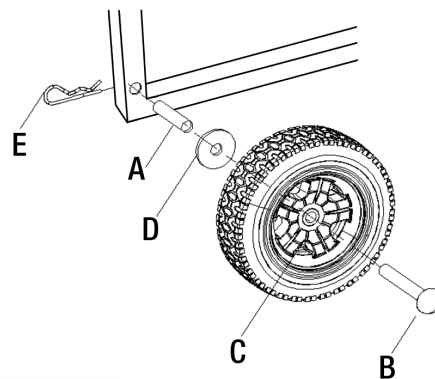

Figure 2
Pour installer une roue (C) Fig.2 à l'extrémité droite du châssis, insérez d'abord une bague (A) dans le trou de montage dans le châssis. Insérez un boulon (B) dans la roue, ensuite glissez une rondelle (D) sur le boulon de l'autre côté de la roue. Insérez le boulon à travers la bague et le trou de montage dans le châssis. Fixez la roue en insérant une attache de retenue (E) dans le trou à l'extrémité du boulon. Répétez l'opération pour la deuxième roue.